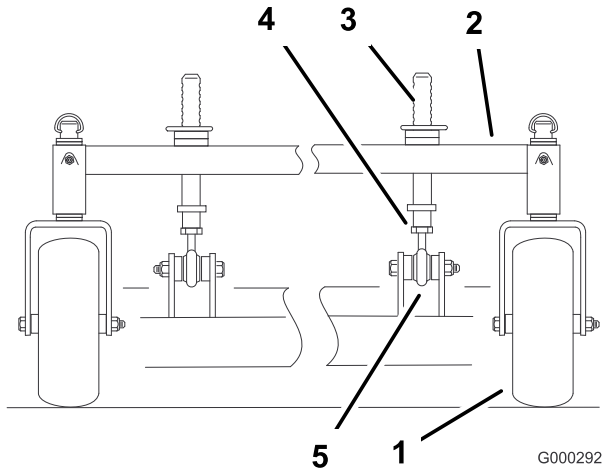

Figura 57
1. Para cambiar la inclinación longitudinal, pueden ajustarse los pilares delanteros de ajuste de altura de corte (Figura 57).
2. Para elevar la parte delantera de la carcasa, afloje la contratuercas y haga girar el pilar delantero en el sentido de las agujas del reloj (Figura 57).
3. Para bajar la parte delantera de la carcasa, afloje la contratuercas y haga girar el pilar delantero en el sentido contrario de las agujas del reloj (Figura 57).
6. Apriete las contratuercas (Figura 57).